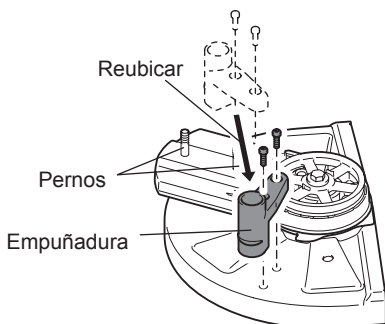

Fig. 5
- Reposicione la empuñadura. (Fig. 5)